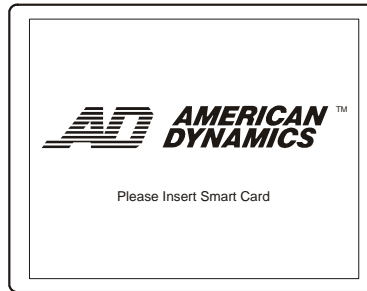

Figure 3.1 : écran d'accueil
1. Lorsque l'écran d'accueil (figure 3.1) s'affiche, insérez la carte à puce.